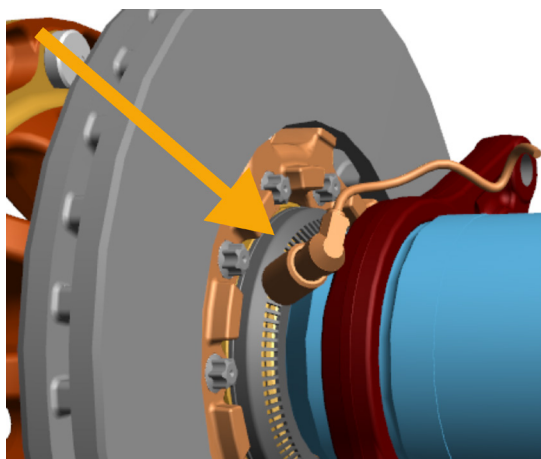

Abb. 4: ABS-Sensor Aus- und Einbau
1. ABS-Sensor Abb. 4 aus dem Sensorhalter mit Klemmbuchse herausziehen.